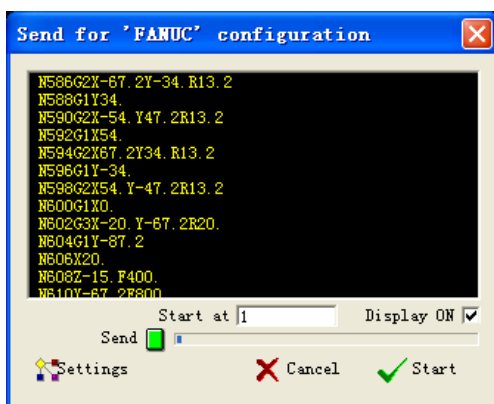

图 4-51 程序的传输
4) 电脑方：单击图标，单击“Start”，进行程序发送，如图 4-51 所示。